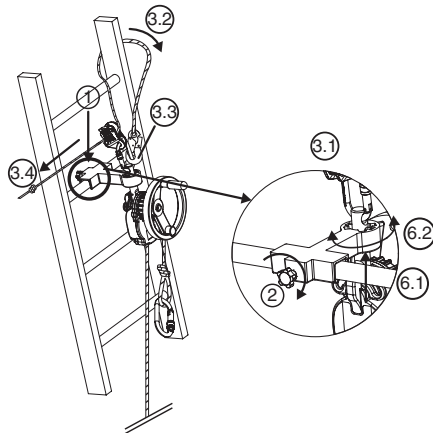

Fig. 7
- Vend derope™ apparat efter behov ved at ændre tilkoblingsaksens position i indekseringsanordningen (Fig. 7, 6.1 – 6.2).
6.3.3. derope™ UP K apparat (Fig. 7)
- Installer den lille støttekonsol på stignens trin i den valgte position for at foretage redningsaksjonen over den person, der skal evakueres (Fig. 7, 1).
- Fastspænd blokeringsaksen, der sidder bag på støttekonsollen, ved hjælp af fastspændingsbolten (Fig. 7, 2).
- Fastgør forbindelsesledet til indstillingsanordningen LCM 05 i hullet øverst på tilkoblingsaksen (Fig. 7, 3.1).
- Før sikringslinen omkring det trin på stigen, som ligger umiddelbart ovenover konsollen, ved at føre den omkring en af stignens vanger (Fig. 7, 3.2).
- Kobl sikringslinens forbindelsesled sammen med forbindelsesledet på indstillingsanordningen LCM 05 (Fig. 7, 3.3).
- Stram sikringslinen ved at trække på den fri streng (Fig. 7, 3.4).